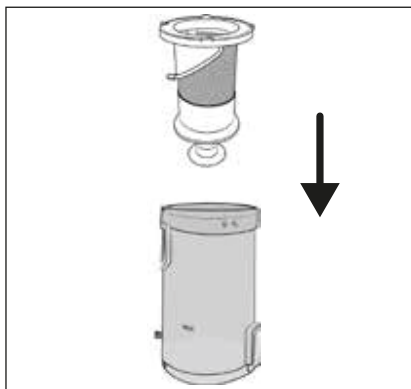

Rys. 20
- 5) Przepłucz filtr HEPA **5** i filtr ze stali nierdzewnej **6** pod zimną lub letnią wodą. Pozostaw filtr HEPA **5** i filtr ze stali nierdzewnej **6** do całkowitego wyschnięcia na powietrzu przed włożeniem ich z powrotem do pojemnika na pył **7** (patrz rys. 20).